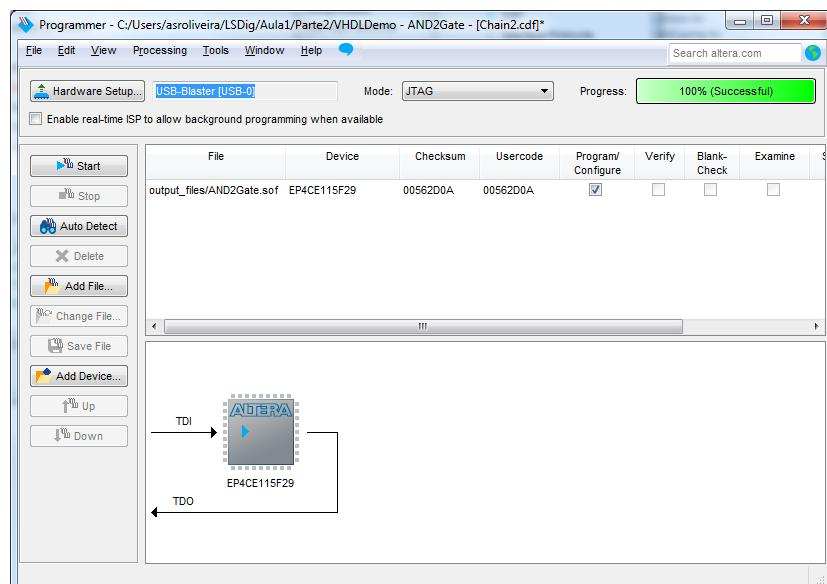

Figura 44 – Janela da aplicação após programação da FPGA.
15. No final do processo de compilação, programe a FPGA. Quando estiver concluída (com sucesso) a programação da FPGA, a aplicação de programação deve apresentar o aspetto da Figura 44.